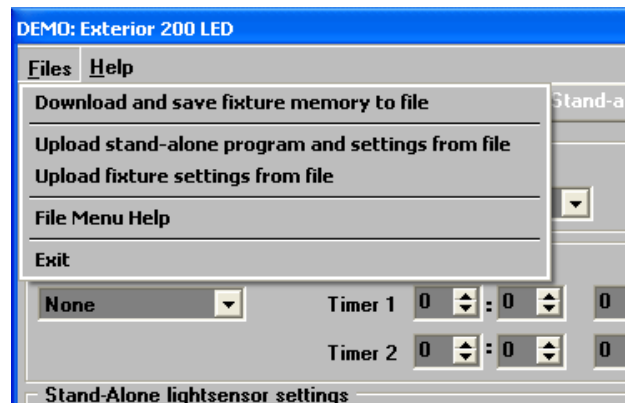

Bild 16: Verwalten der Geräteeinstellungen und Standalone-Sequenzen mit der MUM
2. Übertragen Sie die Sequenz in die MUM und speichern Sie die Sequenz (siehe Bild 16).